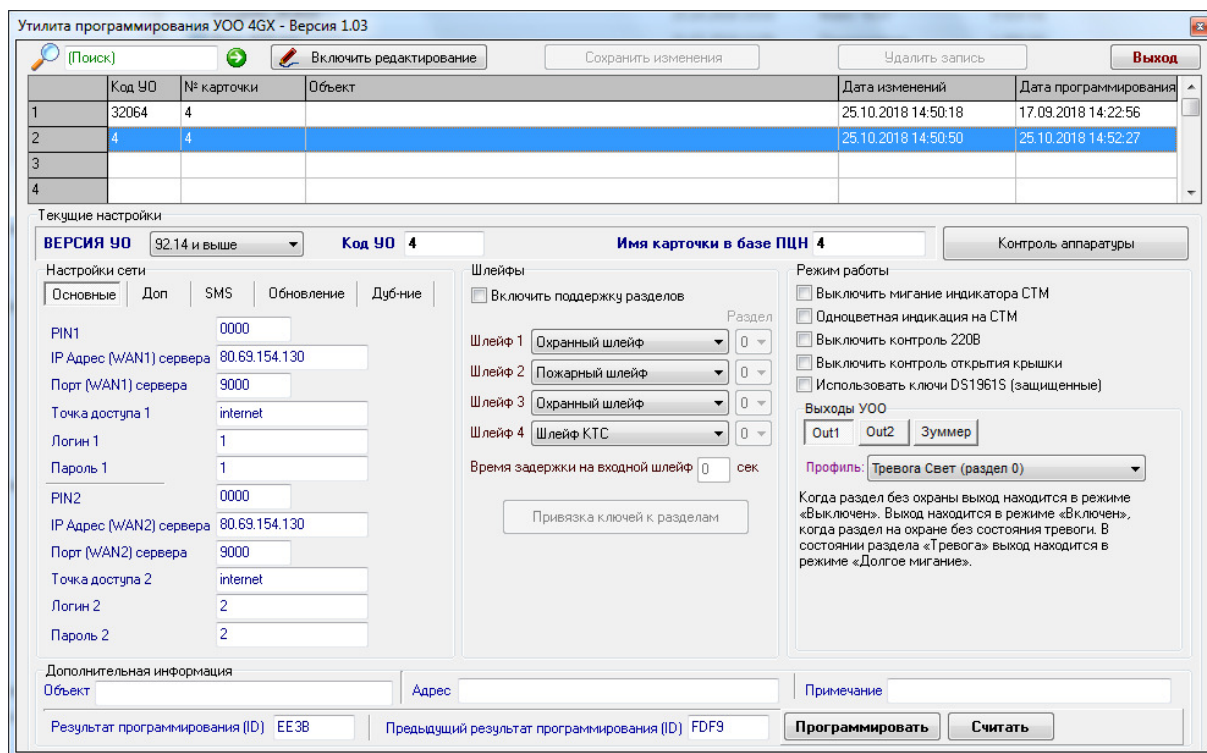

Рисунок 1. Окно конфигурационной программы «Prog_4GX.exe».
6.5. На компьютере запустите утилиту «Prog_4GX.exe» (Рисунок 1).